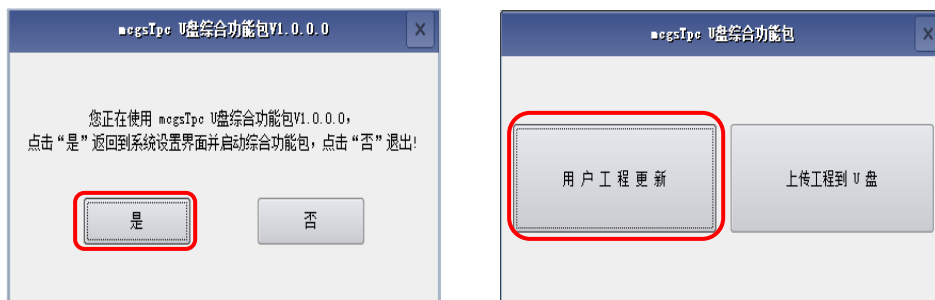

图 2.5-4 准备更新工程
- ④ 将 U 盘插入 TPC 的 USB 主口，TPC 弹出图 2.5-4 所示的提示界面，依次点击【是】→【用户工程更新】